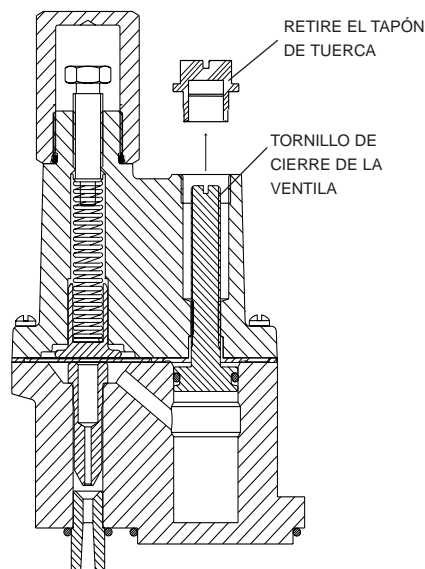

Figura 4.1 Cierre de la Válvula de Retención
- 2: Cierre la válvula de retención de la bomba girando el tornillo de cierre de la ventila tan bajo como le sea posible. (Vea la figura 4.1).
- 2: Después de completar las pruebas del tanque y/o de la línea, libere la presión girando el tornillo de cierre de la ventila lo más alto que le sea posible. (Vea la figura 4.1)